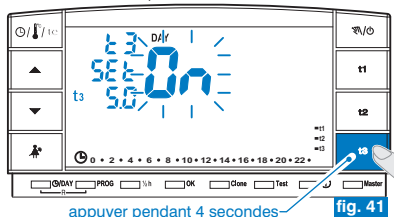

fig. 41
- Maintenir la touche t3 appuyée jusqu'à l'affichage sur l'écran de l'inscription clignotante ON (fonction active) ou bien OFF (fonction désactivée), plus l'inscription de la température de programmation t3 au moment configuré (par exemple 5.0c - fig. 41).